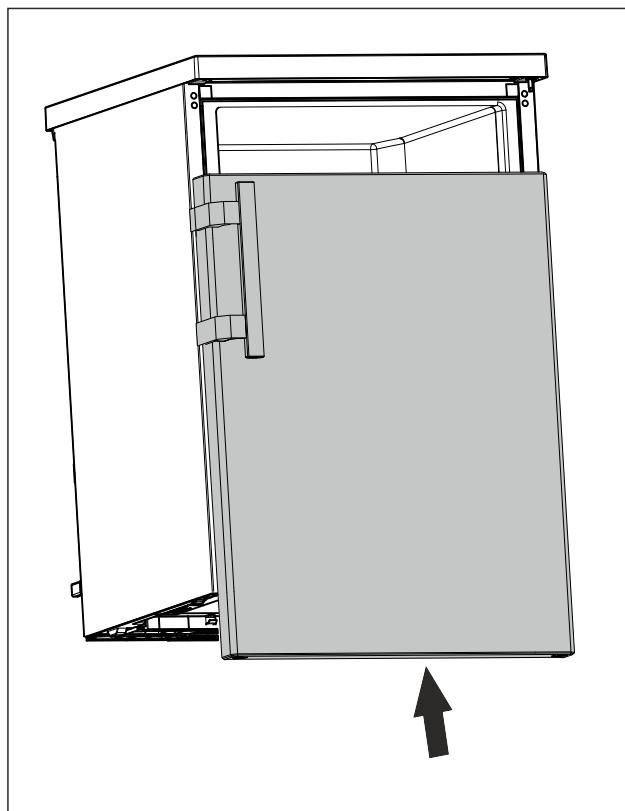

Fig. 16
- Vrata v zaprtem stanju potisnite na zgornji sornik. (glejte Fig. 16)